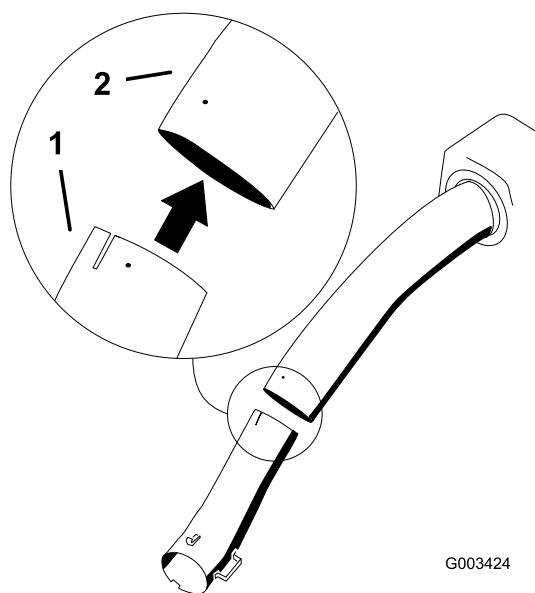

Figura 34
5. Installate il tubo inferiore nel tubo superiore (Figura 34).